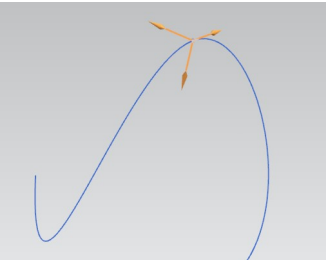

Рис.119
- Команда «Анализ \ Геометрические свойства» вычисляет и выводит на экран геометрические характеристики *линий, ребер, граней* в указанных точках. Чаще всего эту команду применяют для определения характеристик кривых (рис.119).
- В указанной точке по этой команде система построит так называемую «тройку» векторов (рис.119):